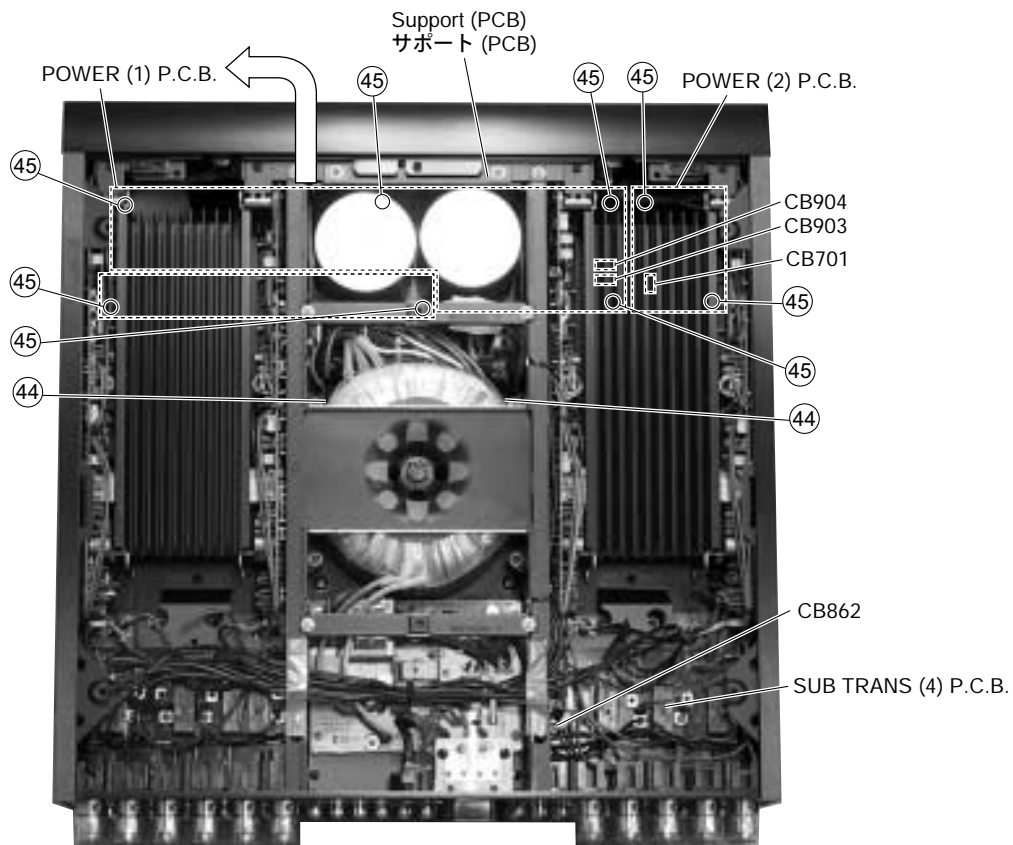

Fig. 19
13. Removal of POWER (1) P.C.B. & POWER (2) P.C.B.
- e. Remove the SUB TRANS (3) P.C.B. (See procedure 10)
- g. Remove 2 screws (④④) and then remove the Support (PCB). (Fig. 19)
- h. Remove 8 screws (④⑤). (Fig. 19)
- SUB TRANS (4) P.C.B. (Fig. 19)
- POWER (1) P.C.B. (Fig. 19)
- POWER (2) P.C.B. (Fig. 19)
- j. Remove the POWER (1) P.C.B. and the POWER (2) P.C.B. (Fig. 19)
13. POWER (1) & (2) P.C.B.の外し方
- e. SUB TRANS (3) P.C.B.を取り外します。(10項参照)
- g. ④④のネジ2本を外し、サポート (PCB)を取り外します。(Fig. 19)
- h. ④⑤のネジ8本を外します。(Fig. 19)